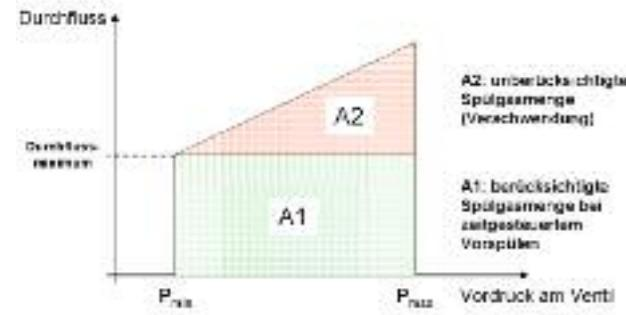

Abbildung 1: Vergleich Spülmittelverbrauch
2. Das **integrierende** Verfahren zeichnet sich dagegen aus, dass der tatsächliche Volumenstrom am Auslass des Ex p-Gehäuse gemessen und auf integriert wird. Damit ergibt sich eine sichere und wirtschaftliche Spülmethode. Siehe Abbildung 1.